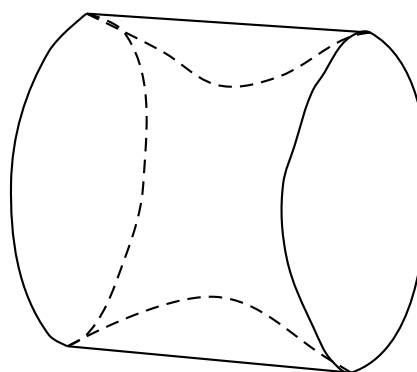

fig. 2 : bobine avec fil
- 2) Lorsque le fil est placé sur la bobine, l'ensemble " bobine avec fil " est assimilé à un cylindre (voir fig. 2).